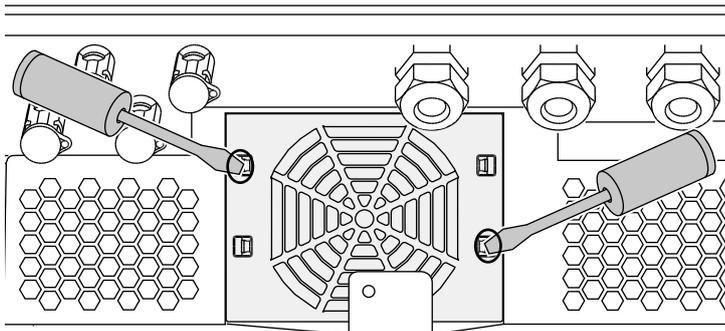

Fig. 61: Togliere le linguette di fissaggio
3. Con un secondo cacciavite premere le linguette di fissaggio verso il centro della ventola. Sollevare leggermente il gruppo ventola. ↗️ **Fig. 61**